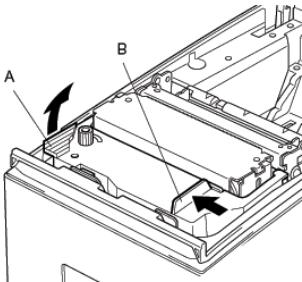

图 5-3 取出色带
**注意:** 取出色带时, 先拿起 A 部分, 然后以 B 为转轴上转取出整个色带, 如图 5-3 所示。